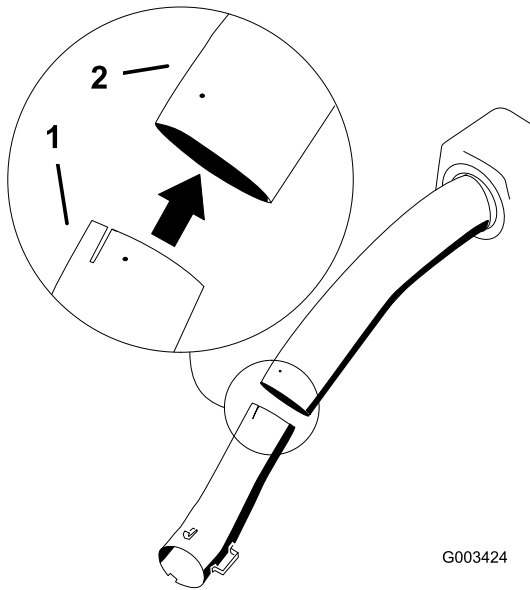

Figure 22
7. Insérez le tube inférieur dans le tube supérieur (Figure 22).